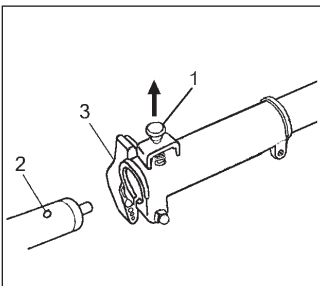

Fig. 1
(Fig. 1)
2. Zusammenbau (Fig. 1) Montierung der Schneidvorrichtung
2. Procédé de montage (Fig. 1) Montage du dispositif